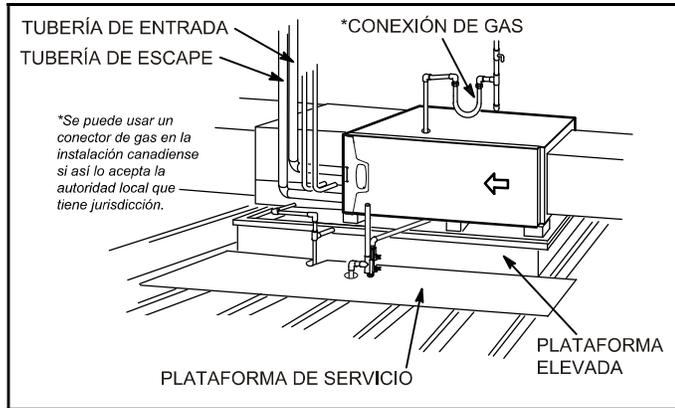

FIGURA 19
Este calefactor puede instalarse ya sea en un ático o en un espacio entre plantas. Ya sea cuelgue el calefactor de los travesaños del techo o de las vigas del piso, tal como se muestra en la Figura 18, o instálelo sobre una plataforma, tal como se muestra en la Figura 19. Se puede ordenar un kit de suspensión horizontal (51W10) de Lennox o usar un equivalente.
- 2 - Construya un marco de madera elevado y cúbralo con una lámina de madera terciada. Si la unidad se instala arriba del espacio acabado, instale un colector de drenaje auxiliar debajo de la unidad. Coloque la unidad en el colector de drenaje como se muestra en la Figura 19. Deje 8 pulgadas de espaciamiento de servicio debajo de la unidad para la trampa de condensado.